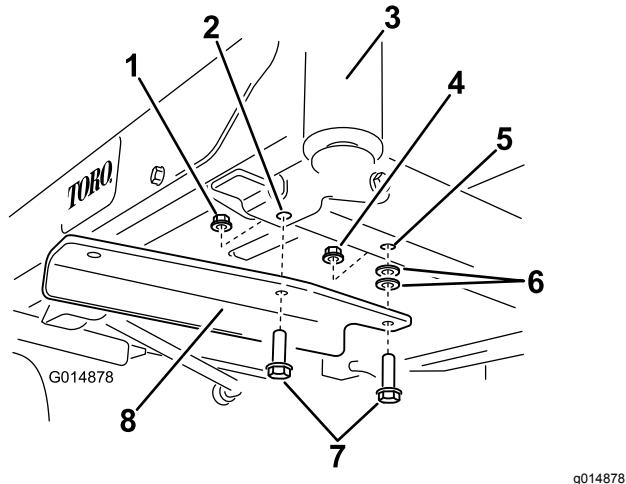

Bild 5
- Befestigen Sie die linke Halterung mit zwei Schrauben ($\frac{3}{8}$ " x $1\frac{1}{4}$ "), zwei Scheiben und zwei Sicherungsmuttern ($\frac{3}{8}$ ") an der Unterseite des Rahmens (Bild 5).